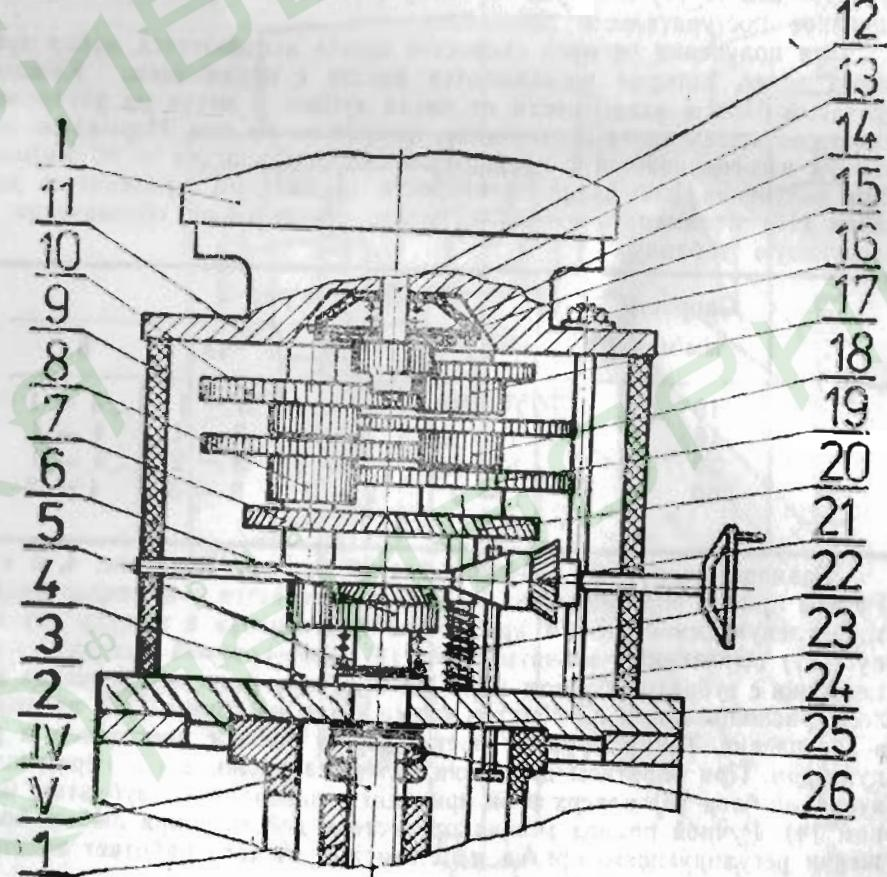

Рис. 2
4.1. Электрический двигатель (1) представляет собой симметричный асинхронный двигатель с пусковым конденсатором и имеет 1380 оборотов на выходном валу. Для улучшения качества электрического исполнительного механизма на выходном валу двигателя монтируется постоянно действующий фрикционный тормоз. Два диска (14) и (15), один из которых неподвижно соединен с валом электродвигателя, а другой — с фланцем, прижимаются друг к другу с помощью пружины (13). Путем перемещения зубчатого колеса в осевом направлении по отношению вала двигателя (12) натягивается или освобождается пружина (13) (рис. 2), и следовательно уменьшается или увеличивается усилие тормоза.
4.3. Редуктор (III) служит для уменьшения оборотов двигателя, для получения четырех скоростей штока, для осуществления ручного привода и обеспечения выключения электродвигателя при перергузке. Точное исполнение и принцип действия редуктора показаны на рис. 2.
Скорость мм/мин.	Позиция по рис. 2
Эксплуатация электрических исполнительных механизмов не вызывает особых трудностей и его поддержание в исправности ограничивается только смазкой зубчатых колес редуктора. Рекомендуется раз в шесть месяцев отвинтить две гайки (16) (рис. 2), чтобы снять двигатель и металлические зубчатые колеса смазать обильной смазкой. Вид смазки не определяется точно, но желательно, чтобы она имела качества, подходящие для условий работы механизма. Нет необходимости смазывать пластмассовые зубчатые колеса, но если смазка попадает на них, то не мешает их работе. Завод-изготовитель рекомендует смазку типа ЦИАТИМ-201.
| | | — Необходимо проверить, почему погружается редуктор. После этого откручиваются две гайки (16) (рис. 2). |